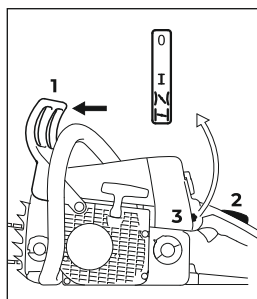

Рис. 59
- Защиту руки (рис. 59, поз. 1) отжать вперёд – пильная цепь блокирована
- Стопор рычага газа (рис. 59, поз. 2) и рычаг газа нажать одновременно и оба рычага удерживать нажатыми – отрегулировать комбинированный рычаг